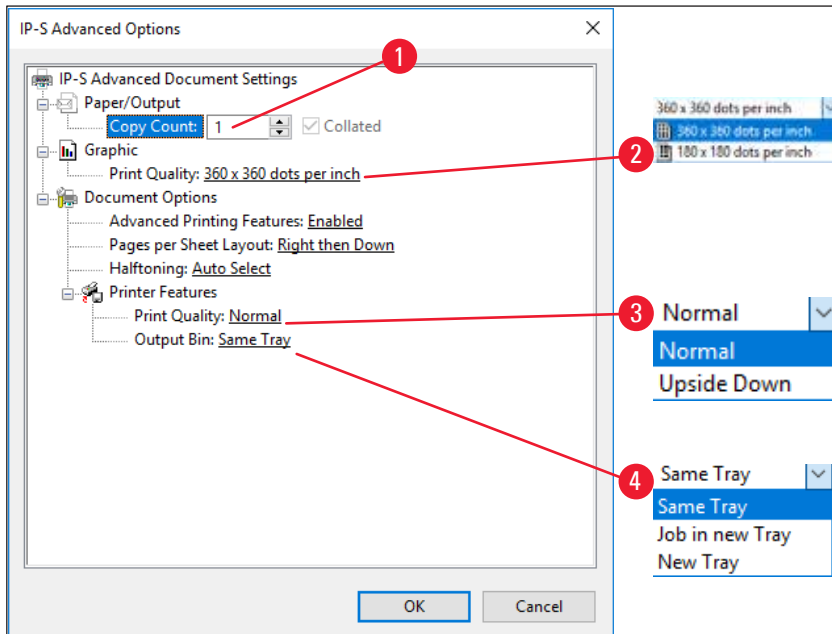

Fig. 44
**La boîte de dialogue Advanced Options (→ "Fig. 44")**